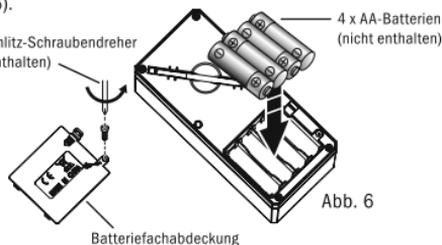

Abb. 6
6. Öffnen Sie das Batteriefach mit einem Kreuzschlitz-Schraubendreher und legen Sie 4 x 1,5V „AA“ Batterien (nicht im Lieferumfang enthalten) in das Batteriefach ein. Auf richtige Polarität achten (siehe Kennzeichnung im Batteriefach). Anschließend den Deckel wieder auf das Batteriefach schrauben (Abb. 6).
4. Use a Phillips screwdriver to open the battery compartment cover. Insert 4 x 1.5V AA batteries with the correct polarity and replace the battery compartment cover (fig. 6).